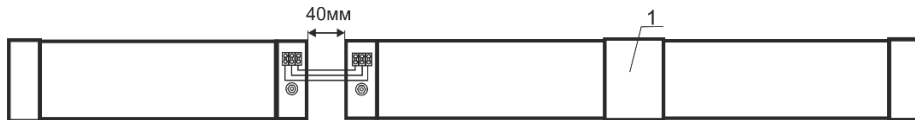

Рис. 3. Обогреватели, подключенные в единую цепь.
7.1.5 Все обогреватели СТЕП ПН комплектуются соединительной заглушкой, которая скрывает соединение между обогревателями подключенных в единую цепь. Расстояние между обогревателями не должно превышать 40 мм. (Рис. 3)